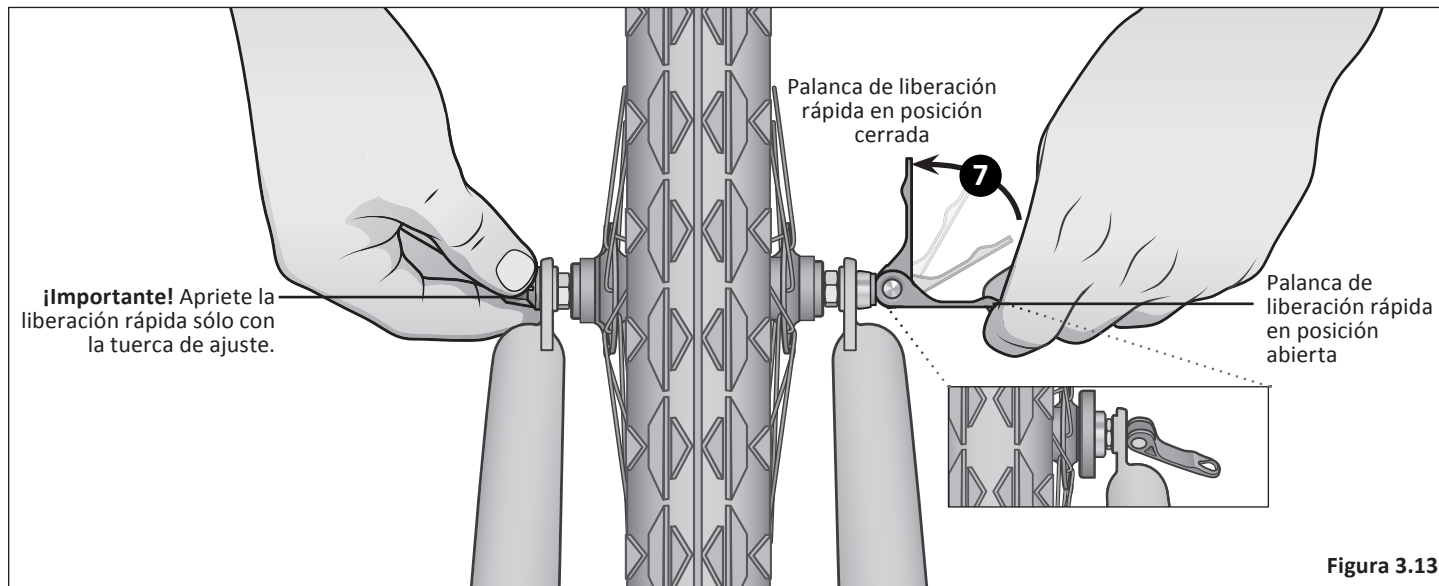

Figura 3.13
- 7** Mueva la palanca de liberación rápida a la posición de ***abierto***. Con una mano sobre la palanca de liberación rápida y otra en la tuerca de ajuste, empiece a apretar la tuerca de ajuste a mano hasta que comience a sentir cierta resistencia contra la horquilla. **Figura 3.13**